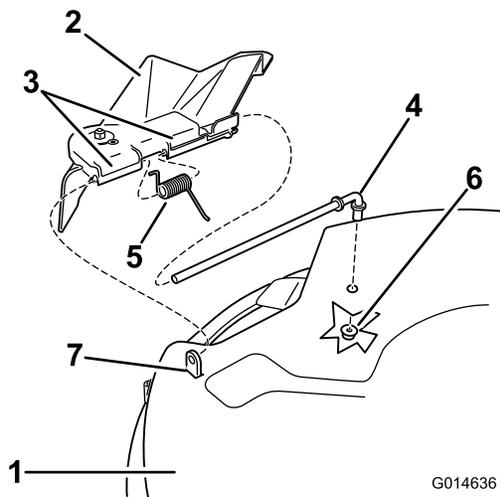

Figura 58
7. Inserite l'asta dalla parte anteriore del deflettore dello sfalcio, nel piccolo isolatore sul piatto di taglio. Fissate l'estremità posteriore dell'asta nel tosaerba con un dado (3/8 poll.) (Figura 58).
1. Individuate le parti illustrate nella Figura 58.
2. Togliete il dado (da 3/8 poll.) dall'asta sottostante il tosaerba (Figura 58).
3. Estraiete l'asta dal distanziatore corto, dalla molla e dal deflettore dell'erba (Figura 58). Togliete il deflettore dell'erba tagliata se è danneggiato o consumato.
4. Riposizionate il deflettore dell'erba (Figura 58).
6. Collocate la molla sull'asta (tenendo abbassati i fili alle estremità), tra le staffe del deflettore di sfalcio. Fate scorrere l'asta attraverso la seconda staffa del deflettore dell'erba (Figura 58).